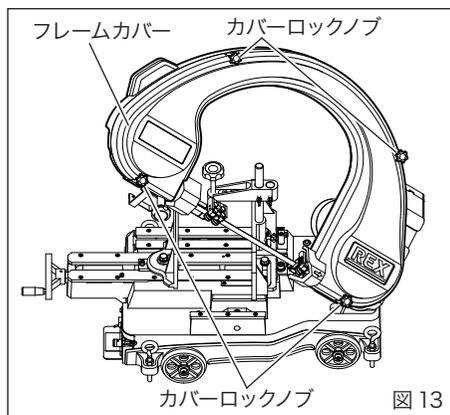

図 13
6. ノコ刃の交換 (図 13 ~ 16)
フレームカバーの取外し (図 13)
- ①フレームを上げた状態にし、フレーム前面にある4箇所のカバーロックノブを反時計方向に回し、雌ねじからねじを外してください。(図 13)
- ②フレームカバーを持ち上げてください。